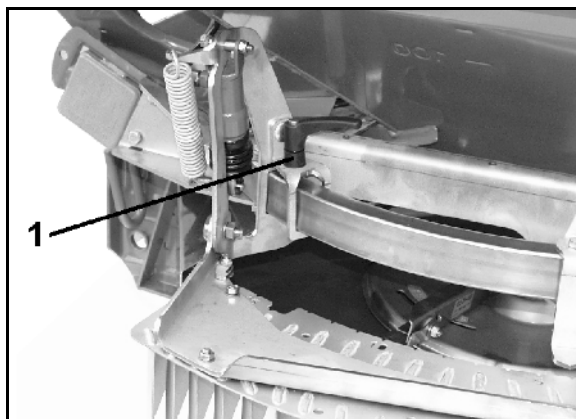

Fig. 77
1. Pentru aceasta, slăbiți pârghia de fixare (Fig. 77/1).